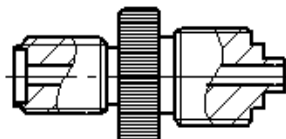

Рисунок 2.12
- Переходной штуцер (рисунок 2.12) – предназначен для подключения соединительного шланга к ПКД-160-П.